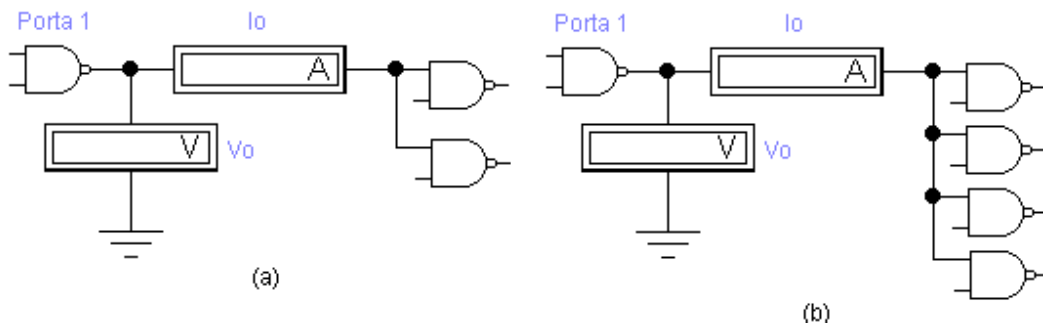

Figura 1. Circuito para medida do fan-out de uma porta NAND.
3.1.2 Ligue a saída de uma porta NAND à entrada de duas outras portas NAND, como mostra a Figura 1(a), e preencha a tabela Tabela I na Folha de Respostas. Os parâmetros da Tabela I são medidos em relação à porta1. Acrescente mais duas portas NAND, Figura 1(b) e refaça as medidas completando a Tabela I.